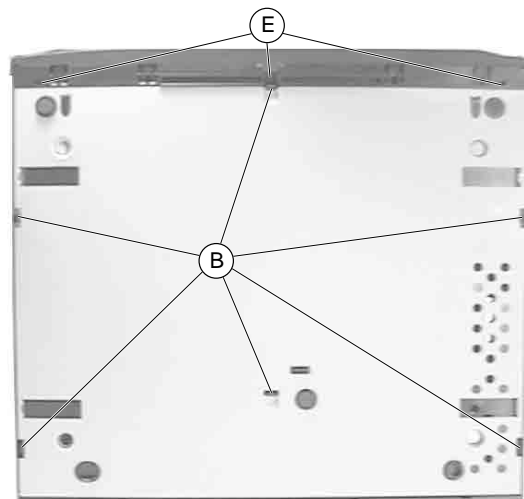
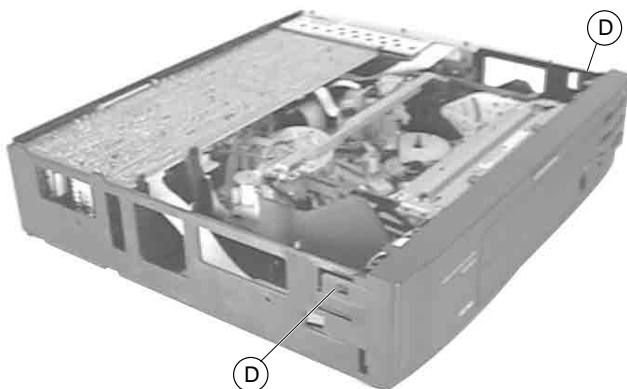

Fig. 2
Fig. 3
- Rastnasen (B) lösen (Fig. 2) und Bodenblech abnehmen.
- Rasthaken (D) (Fig. 3) sowie Rasthaken (E) (Fig. 2) lösen und Frontblende abnehmen.
- Release the locking lugs (B) (Fig. 2) and remove the bottom panel.
- Release the locking catches (D) (Fig. 3) and catch (E) (Fig. 2) and remove the front panel.